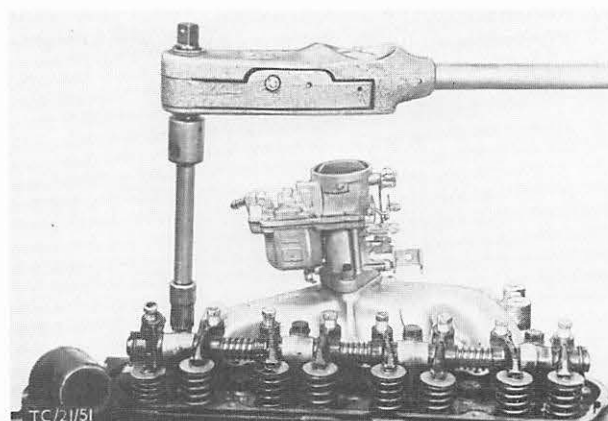

Abb. 186 Kipphebelachse anziehen
10. Stößelstangen an beiden Enden mit Motoröl benetzen und in die Ventilstößelpfannen stellen. Kipphebelachse aufsetzen, dabei Stellschrauben der Kipphebel in die Stößelstangenpfannen führen, Schrauben-Kipphebelachse beidrehen und mit vorgeschriebenem Drehmoment anziehen. Abb. 186.